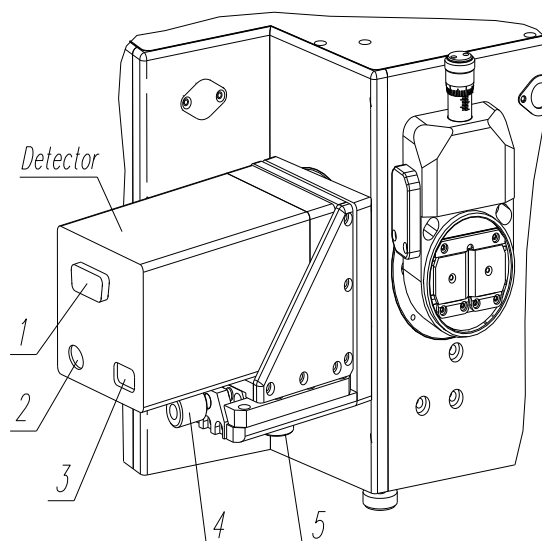

Рис. 12 Внешний вид детектора, подключенного к M266
- Поворачивайте винт поз. 4 (рис. 12) по или против часовой стрелки до получения наилучшего качества линии.
8. С помощью винта юстировки положения детектора поз. 4 (рис. 12) добейтесь наилучшей фокусировки детектора, соответствующей максимальной амплитуде линии. При необходимости измените значение ширины щели.